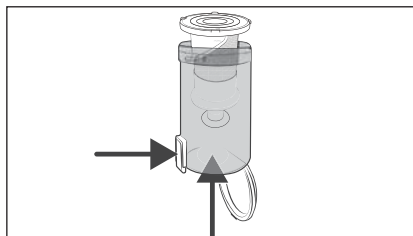

Fig. 23
- 3) Para retirar el filtro de acero inoxidable **6** del depósito de suciedad **7**, pulse el botón de desencastre de la tapa del depósito de suciedad **8**. Tras esto, retire el filtro de acero inoxidable **6** del depósito de suciedad **7** deslizándolo desde abajo (consulte la fig. 23).